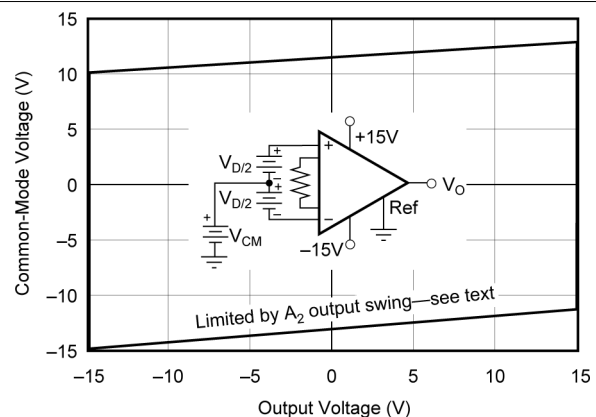
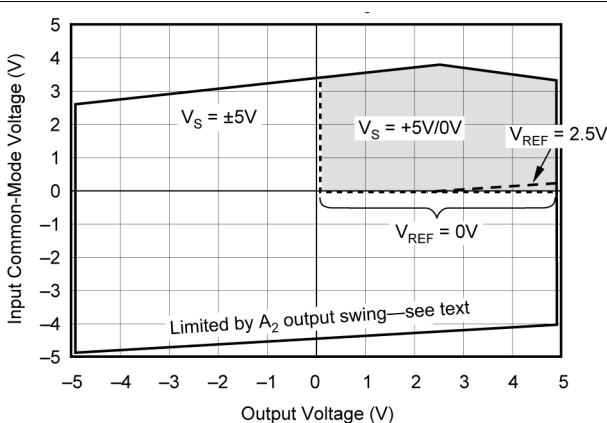

图 5-5. 输入共模范围与输出电压间的关系， $V_S = \pm 15\text{V}$ ， $G = 5$
图 5-6. 输入共模电压与输出电压间的关系， $V_S = \pm 5\text{V}$ ， $G = 5$
(1) INA122 输入级的输入电压范围。输入范围取决于共模电压、差分电压、增益和基准电压。有关更多信息, 请参阅典型特性曲线图 5-5 和图 5-6。
(2) 为 $G > 5$ 指定的值不包括外部增益设置电阻器 R_G 带来的影响。